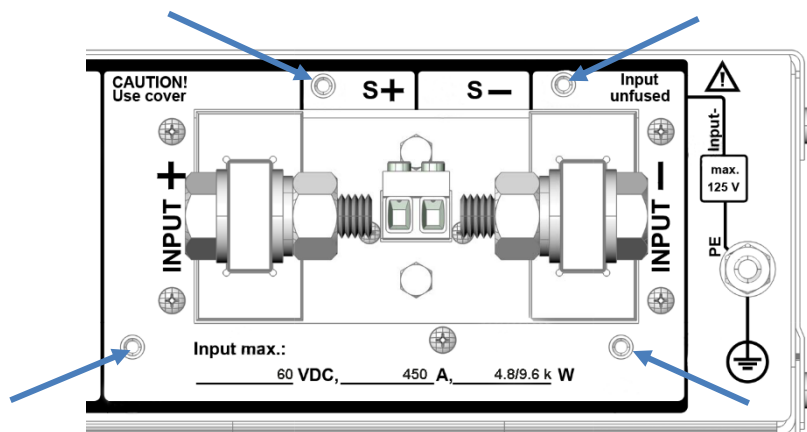

Abbildung 2.19: Schrauben an diesen Stellen entfernen
3. Falls an den Markierungen in Abbildung 2.19 Schrauben sitzen, diese von der Rückwand lösen und entsorgen.